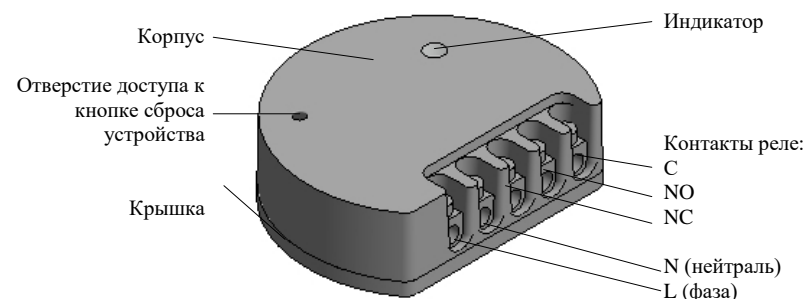

Рисунок 1 – Вид исполнительного механизма
1.9 Режимы работы исполнительного механизма отображаются светодиодным индикатором, который размещен сверху корпуса (см. рисунок 1).